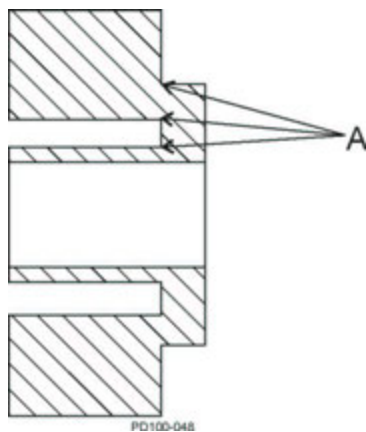

Abb.30 Rotor Belastungspunkte
- Prüfen Sie die Rotoren gründlich auf verschlissene Passfedernuten, Verschleiß der Naben und Spannungsrisse (Abb. 30, Pos. A). Verwenden Sie die Farbeindringmethode, um Ermüdungsrisse an den Belastungspunkten festzustellen.